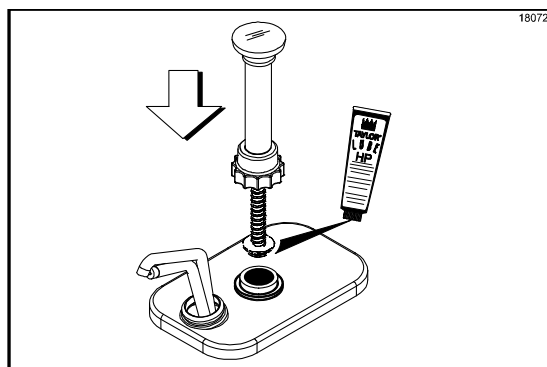

Рисунок 95
14. Смажьте узел прокладки и установите узел плунжера в отверстие цилиндра на корпусе насоса. (См. рис. 95)